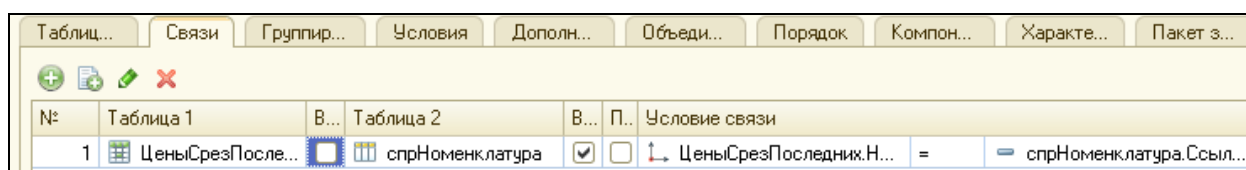

Рисунок 4.43 Связь таблиц в запросе
6. Перейти на закладку **Связи**. Настроить поле **Условие связи**, покажем, что значение измерения **Номенклатура** регистра сведений равно ссылке на элемент справочника **спрНоменклатура** (рис.4.43).